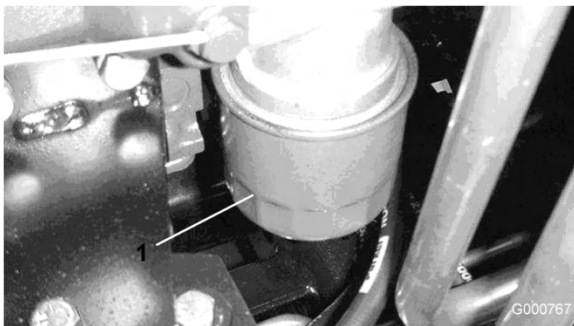

Figura 43
2. Togliete il filtro dell'olio (Figura 43). Applicare un velo di olio pulito sulla tenuta del nuovo filtro prima di avvitare. Non serrate troppo.